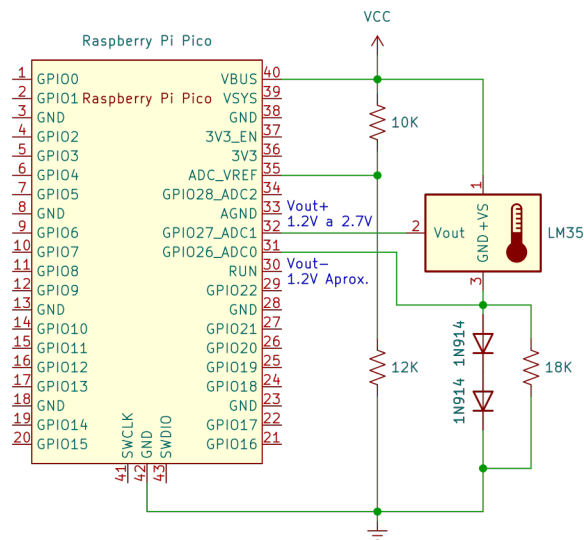

Figura 2: Circuito medidor de temperatura LM35 con el RP2040
En lo concerniente al RP040, éste incorpora un convertidor analógico-digital de 12 bits con soporte para voltaje de referencia  $V_{Ref+}$ , denominado  $ADC\_VREF$  según las especificaciones del mismo [2]. Considerando que el LM35 en rango completo entrega hasta 2.05V ( $10mV \times (150 - -55) = 2.05V$ ) la mayor parte de los 4096 valores jamás serán ocupados. Por este motivo, conviene sacar partido del pin de voltaje de referencia  $ADC\_VREF$  del RP2040 mediante un divisor de voltaje (véase Figura 2). En consecuencia, el pin  $ADC\_VREF$  requerirá de un divisor de voltaje con salida de 2.73V tal como se muestra en la Figura 2 para dar mayor precisión al convertidor A/D.
1. Alambre el circuito mostrado en la Figura 2.
El proceso de alambrado de esta práctica considera dos circuitos. El primer circuito, mostrado en la Figura 2, permite obtener valores discretos del sensor de temperatura LM35. El segundo circuito (Figura 4) consiste en la interfaz de conexión vía I2C entre el microcontrolador que lee el LM35 y la Raspberry Pi que genera los reportes y grafica los resultados.